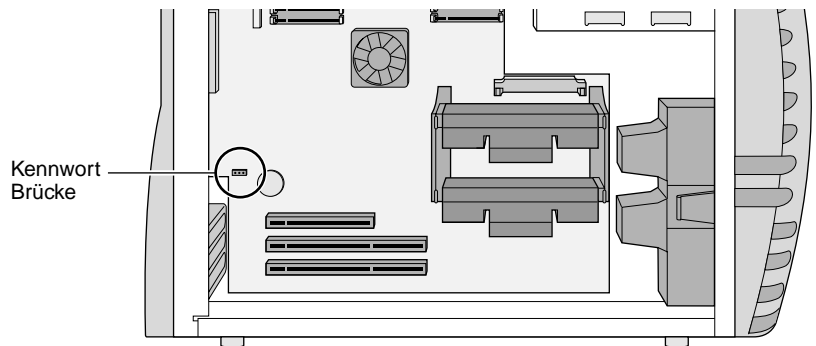

Abbildung 8-1 Brücke für das Kennwort
4. Suchen Sie die Brücke für das Kennwort. Sie befindet sich auf der Systemplatine genau über den Anschlußschächten für die PCI-Karten, wie in Abbildung 8-1 dargestellt.